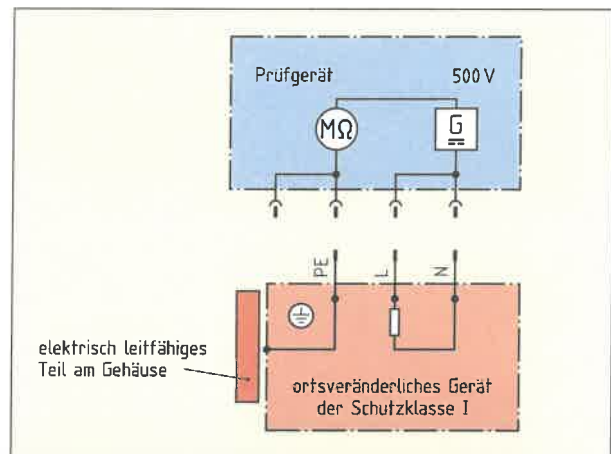

Bild 3: Messung des Isolationswiderstandes
4. a) Ergänzen Sie im Bild 3 den Anschluss der Messleitungen bei der Messung des Isolationswiderstandes.